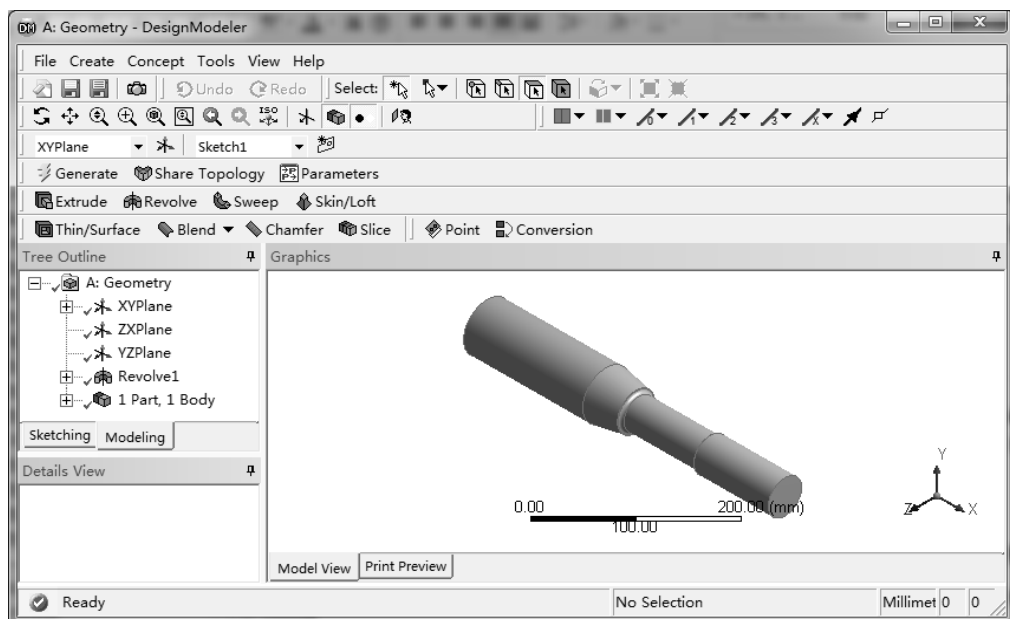

图 7-48 DesignModeler 界面
3) 双击项目 A 中的 A2 栏的【Geometry】, 此时会进入到 DesignModeler 界面, 如图 7-48 所示。